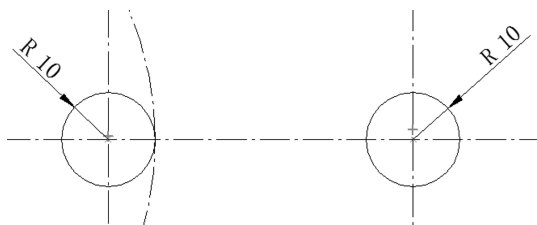

图 6-98 标注尺寸
(8) 单击【绘制草图】选项卡【尺寸】区域下的  【智能尺寸】按钮，标注刚才放置圆的尺寸，并单击上方菜单栏的  【半径】选项，放置在合适位置，如图 6-98 所示。